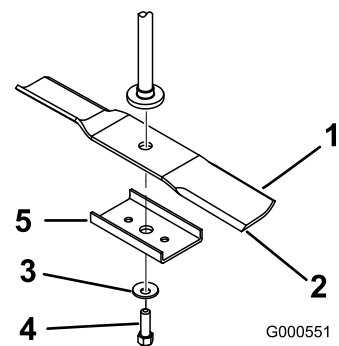

Figura 57
2. Retire el perno de la cuchilla, la arandela curva, el refuerzo y la cuchilla del eje (Figura 57).
1. Instale la cuchilla en el eje (Figura 57).
2. Instale el refuerzo de la cuchilla, la arandela curva (con la copa hacia la cuchilla) y el perno de la cuchilla (Figura 57).